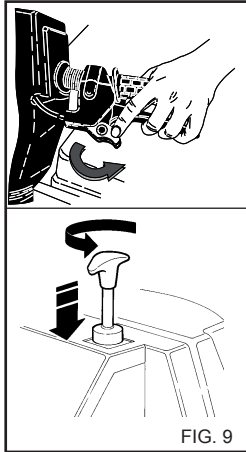

FIG. 9
- Desbloquear el freno de mano (fig. 9)